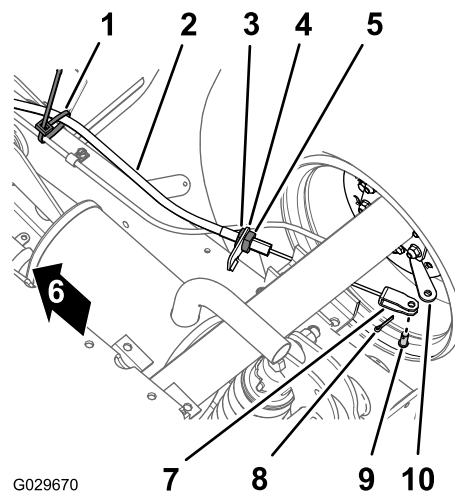

Bild 44
1. Entfernen Sie an der Unterseite der Maschine die Kabelbinde, mit der der Feststellbremszug an der Betriebsbremsenleitung befestigt ist (Bild 44).
2. Markieren Sie einen Drehstreifen an der vorderen Klemmmutter für den Feststellbremszug (Bild 44).
3. Lockern Sie die hintere Klemmmutter und nehmen den Zug von der Bremszughalterung ab (Bild 44).
4. Entfernen Sie den Splint und den Lastösenbolzen, mit denen die Lastöse für den Feststellbremszug am Bremsbetätigungshebel ist, und schließen Sie den Zug vom Hebel ab (Bild 44).
1. Verlegen Sie den Gewindeeinsteller des Feststellbremszugs zur Bremszughalterung und den Lastösenbolzen zum Bremsbetätigungshebel (Bild 44).
3. Fluchten Sie den Gewindeeinsteller des Feststellbremszugs mit der Bremszughalterung aus und ziehen die hintere Klemmmutter an (Bild 44).